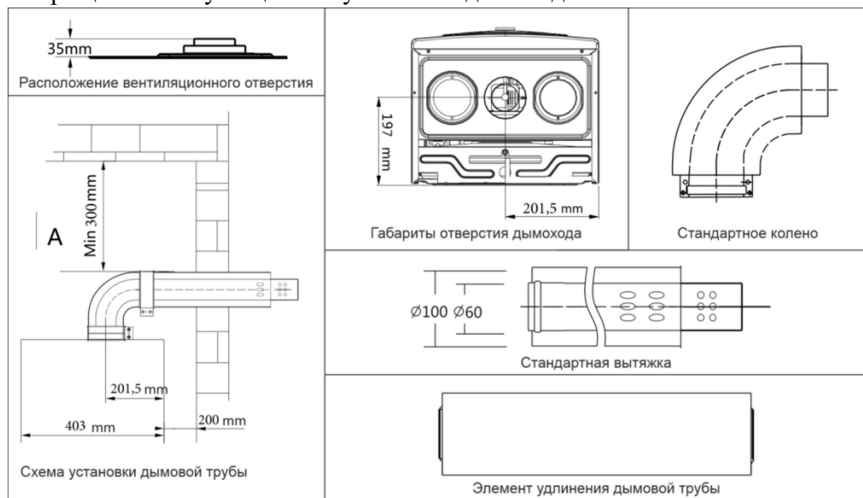

Рисунок 5. Установка дымохода
- Внешняя поверхность коаксиальной дымовой трубы должна находиться на расстоянии не менее 300 мм от любой конструкции над ней (рис. 5).
- Коаксиальный дымоход должен быть подсоединен и направлен наружу (рис. 5).